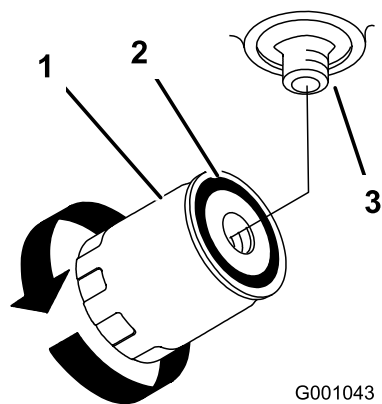

Figure 74
4. Déposez le filtre usagé et essuyez la surface du joint de l'adaptateur (Figure 74).
6. Montez le filtre de rechange sur l'adaptateur. Tournez le filtre dans le sens horaire jusqu'à ce que le joint rejoigne l'adaptateur, puis donnez 1/2 tour supplémentaire (Figure 74).